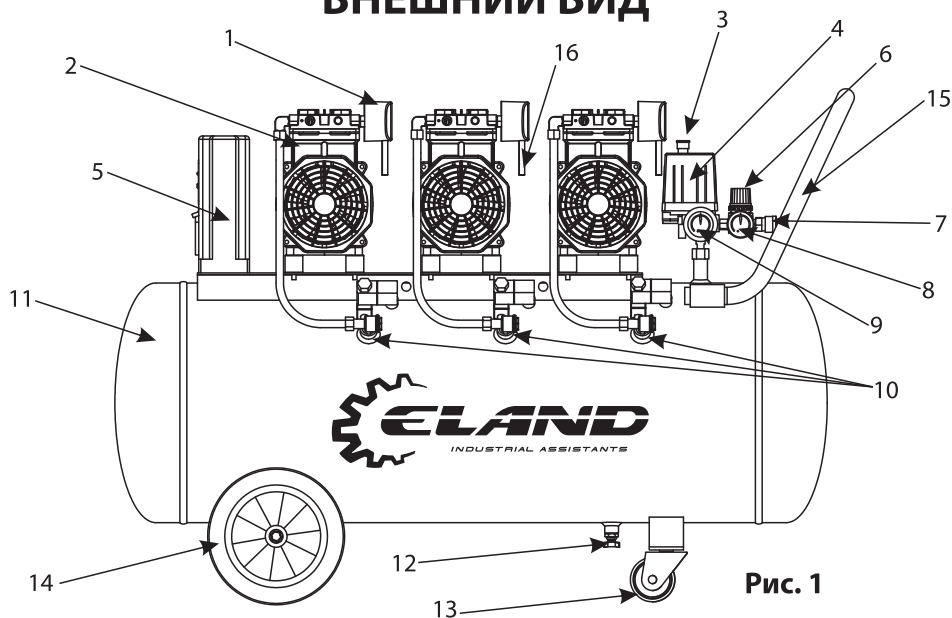

Рис. 1
- Блок поршневой (2) (См. Рис.1) – поршневая группа, одноступенчатая, с воздушным охлаждением - предназначена для выработки сжатого воздуха. Может быть с разным количеством цилиндров в зависимости от модели.
- Ресивер (воздухосборник) (11) (См. Рис.1) служит для сбора сжатого воздуха, выравнивания пульсации воздуха, получающейся в результате возвратно-поступательного движения поршня компрессора, отделения конденсата. Ресивер является также корпусом, на котором смонтированы узлы и детали компрессора.
- Ресивер имеет штуцера для установки реле давления (прессостата) (4), обратного клапана (10), крана слива конденсата, предохранительного клапана, а также кронштейны для установки платформы.
- Реле (прессостат) (4) служит для обеспечения работы компрессора в автоматическом режиме, поддержания давления в ресивере.
- Штуцер (7) с регулятором давления (4) предназначен для подачи воздуха потребителю.
- Обратный клапан (10) (См. Рис.1) обеспечивает подачу сжатого воздуха только в направлении от поршневого блока к ресиверу.
- Манометр (9) предназначен для контроля давления в ресивере.
- Блок управления компрессором включает в себя: манометр давления в ресивере (9); манометр давления на выходе (8); реле давления (прессостат) (4); регулятор давления на выходе (6); кнопку пуска (3); клапан предохранительный.
1. Убедитесь в том, что кнопка пуска (3) на реле давления (4) (См. Рис.1) находится в положении «Выключено». Вставьте вилку питающего электрического кабеля в соответствующую розетку.
2. Переведите кнопку пуска (3) на реле давления (4) (См. Рис.1) в положение «Включено».
4. Остановите компрессор, вновь нажав на кнопку пуска (3) (См. Рис.1).
5. Присоедините к раздаточному штуцеру (7) шланг компрессорного оборудования.